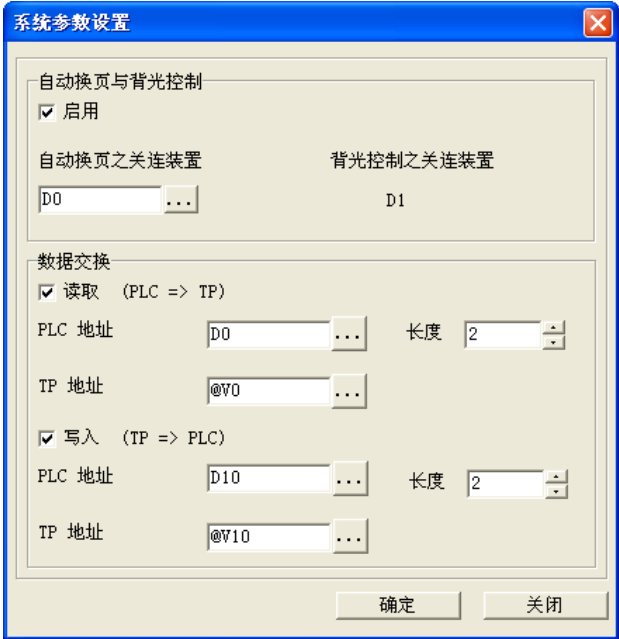

图 5-18 系统参数设置
用于设置TP人机相关的设置，可单击 **系统设置 (G)** > **系统参数设置 (P)**。将开启系统参数设置窗口。TP04G、TP04G-AL-C、TP04G-AL2、TP04G-BL-C、TP04G-BL-CU、TP05G、TP08G 机种的设置项目如图 5-18。